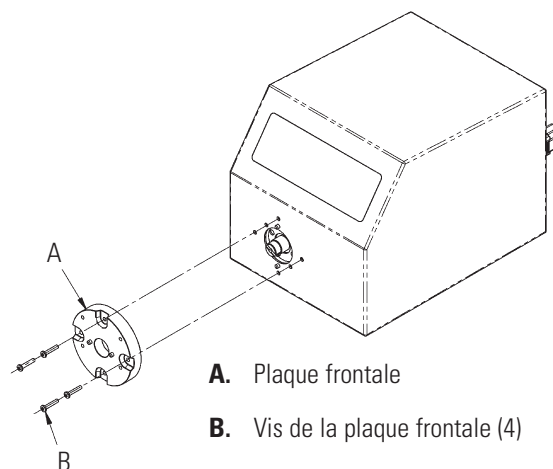

Figure 4-3. Inspection du joint d'arbre
2. Retirer les quatre (4) vis (voir Figure 4-3, Élément B) qui maintiennent la plaque frontale (voir Figure 4-3, Élément A) à l'entraînement, et sortir la plaque frontale de l'entraînement. Les vis n° 8-32 peuvent être vissées dans les trous de montage de la pompe pour servir de poignées permettant de retirer la plaque. Conserver les vis de l'Élément B pour l'étape 8. NE PAS remplacer les vis par d'autres.
8. Remettre la plaque frontale sur l'arbre et sur les broches repères, dans la direction souhaitée. (4 configurations, à 90 degrés de distance chacune, sont possibles.) Remettre les quatre (4) vis retirées lors de l'étape 2 (voir Figure 4-3).